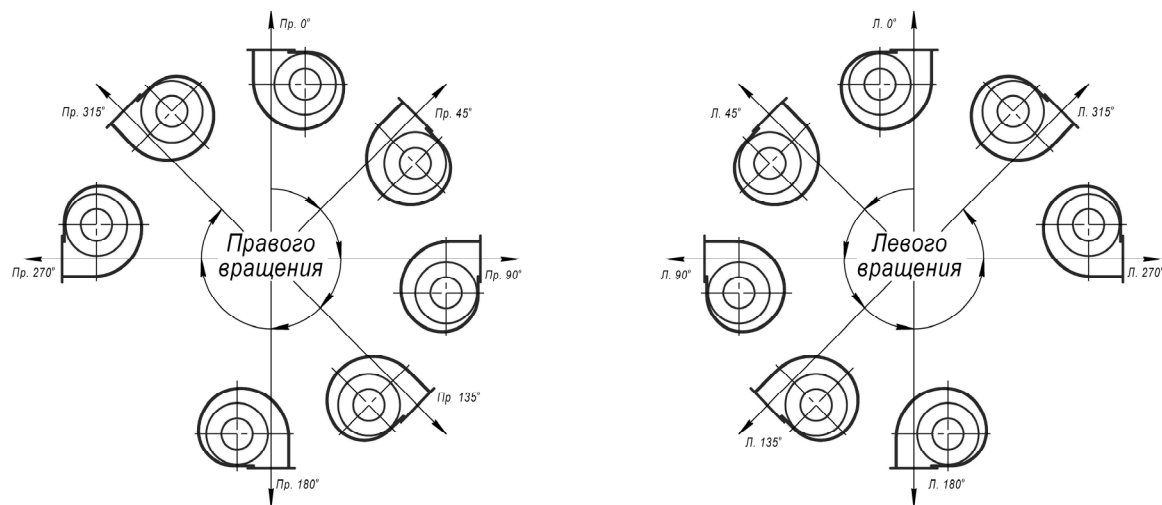

Рис. 1
• Вентиляторы в спиральном корпусе изготавливаются правого или левого вращения. Правого вращения – с колесом, вращающимся по часовой стрелке, левого вращения – с колесом, вращающимся против часовой стрелки, если смотреть со стороны всасывающего отверстия вентилятора. Спиральный корпус вентилятора допускает установку угла поворота выходного фланца с шагом  $45^\circ$ . Углы поворота корпуса отсчитываются по направлению вращения рабочего колеса относительно нулевого положения выходного фланца вентилятора при выходе воздуха вверх (рис.1).